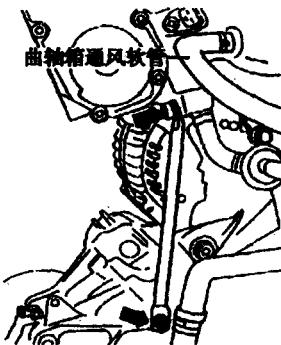

图 2-15 拆卸进气歧管支架
(1) 进气歧管
①拆卸。拆卸进气歧管时，应拆卸所有电缆及拉索，安装时必须按原样复位。查取收音机防盗密码，关闭点火开关，断开蓄电池接地线。排空冷却系统，拆卸发动机舱盖。
- 拆卸进气歧管处的曲轴箱通风软管，拆卸进气歧管支架（图 2-15 箭头所示），拉出机油标尺。拧开法兰处进气歧管紧固螺栓，拆下进气歧管。用干净布堵住气缸盖上的进气口。
- ②安装。更换衬垫及密封件，按与拆卸相反的顺序安装进气歧管。安装时注意调整节气门拉索和加注冷却液，安装后注意以下事项：